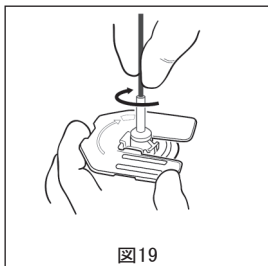

図19
10. ハンドル (1140M) を弁のホルダに取り付けます。取り付ける際は、ハンドルを弁のホルダのねじ穴に合わせて差し込み、抵抗を感じるまで時計方向に回転させます (図19)。